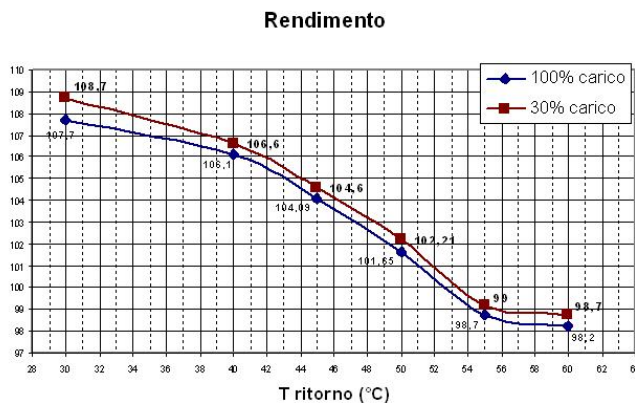

Figura 2:
Il gruppo termico Futura 53/54 rappresenta un punto d'arrivo per ciò che concerne economia di gestione, (rendimenti fino al 108.7% su Hi, vedi **Figura 2**) affidabilità e flessibilità. Grazie allo speciale scambiatore di calore a potenza maggiorata, infatti, alla nuova gestione elettronica, la modularità e versatilità, che da più di dieci anni contraddistinguono il prodotto Futura 53/54, è possibile effettuare un rapido collegamento ad ogni
- Scambiatore a condensazione in acciaio inox lato fumi e lega di rame lato acqua, con rendimento fino al 108.7% (vedi **Figura 2**);